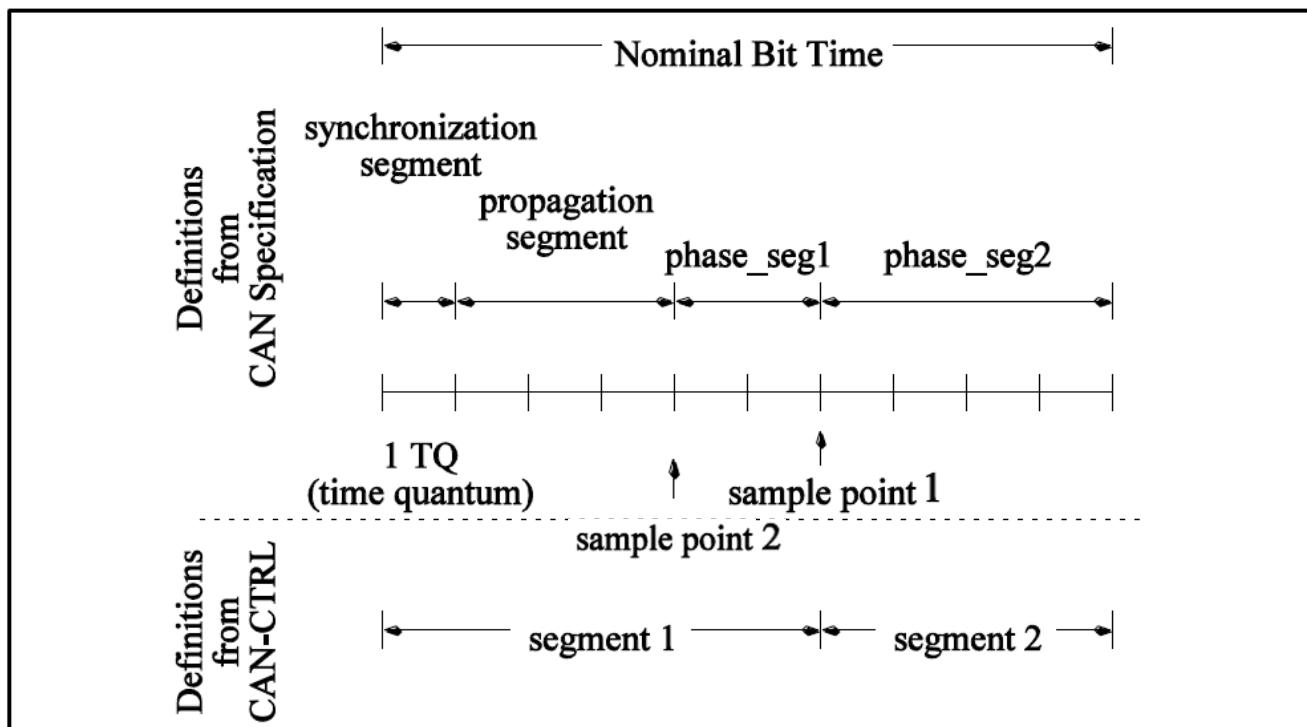

图 30-2 CAN 位时间定义图
- 1) 若 BT 寄存器的 PRESC 位设定 ≥ 1 时，参考图 30-2 的 sample point 1 所示，采样点位于 segment1 和 segment2 的分界点上。
2) 若 BT 寄存器的 PRESC 位设定为 0 时, 参考图 30-2 的 sample point 2 所示, 采样点在 segment1 和 segment2 分界点前面 2 个 TQ 的位置。